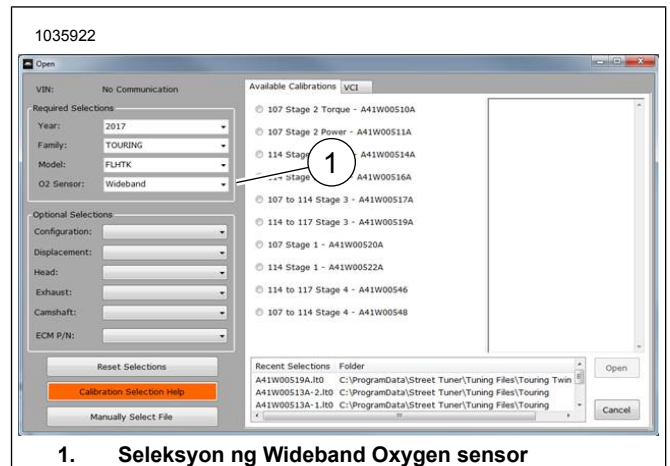

Figure 51. Seleksyon ng Wideband Oxygen Sensor
24. Tingnan ang Figure 51 . Gamitin ang Screamin' Eagle Pro Street Tuner upang kumpletuhin ang pagkakabit. I-download ang bagong calibration ng ECM kapag ikinakabit ang kit na ito. Kapag pumipili ng calibration na ido-download gamit ang Screamin Eagle Pro Street Tuner, piliin ang Wideband (1) mula sa pull down menu para sa opsyong Oxygen Sensor. Sumangguni sa katalogo ng Screamin' Eagle Pro o makipag-ugnayan sa isang dealer ng Harley-Davidson para sa mga detalye ng Screamin Eagle Pro Street Tuner.